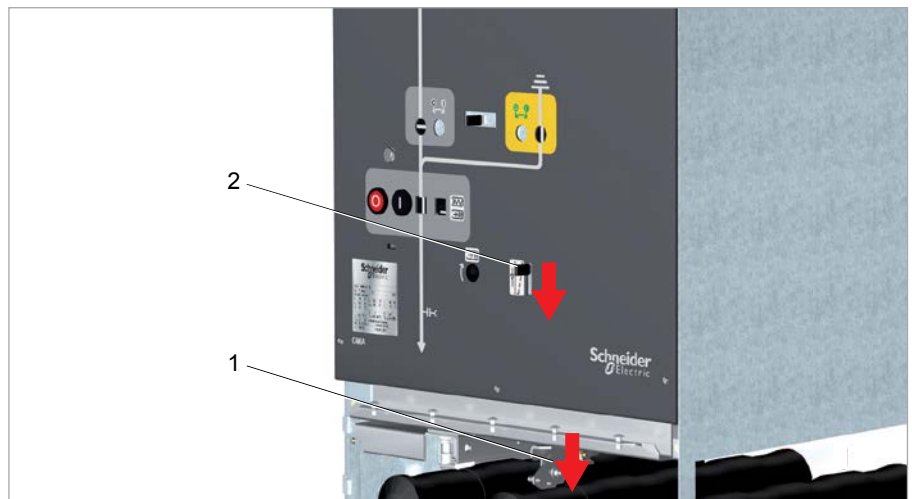

Fig. 69
9. Dans le cas d'un verrouillage en option du panneau boulonné d'accès au compartiment des câbles, il est possible de débrancher le disjoncteur seulement après avoir simulé un capot de protection de compartiment de câbles (Fig. 69).
- Pivoter et maintenir le verrouillage (Fig. 69, pos. 1) du capot de protection de compartiment de câbles vers le bas.
- Pousser le curseur de verrouillage (pos. 2) vers le bas ; l'ouverture d'actionnement pour le sectionneur de terre est dégagée.